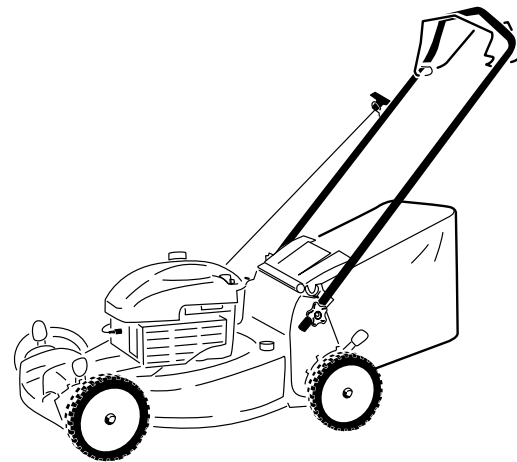

Bild 15
2. Setzen Sie den Grasfangkorb ein, stellen Sie sicher, dass die Stifte am Fangkorb in den Kerben am Griff sind (Bild 15).
1. Heben Sie das hintere Ablenkblech an und halten Sie es hoch (Bild 15).